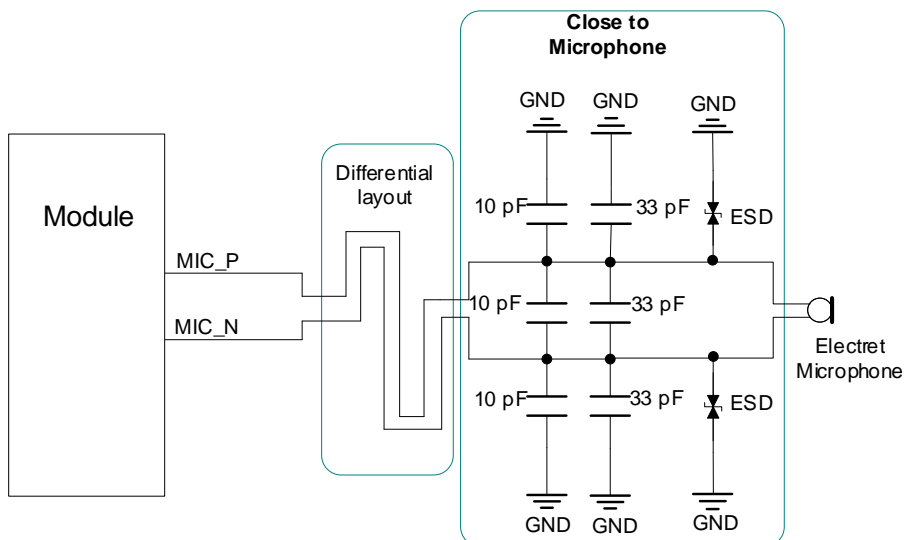

图 28: 不带偏置电路麦克风接口参考电路
- 选择不带 GNSS 功能的模块时, 无需增加外部麦克风偏置电路, 可参考图 28 来设计麦克风接口电路。